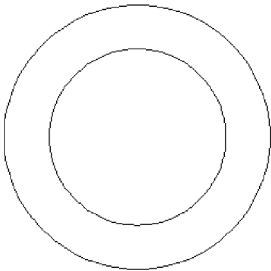

图 13-11 绘制的圆
- 3) 单击【常用】功能区 | 【绘图】选项板 | 【圆】按钮，单击图纸任意一点作为圆心，在命令行中输入半径6，按回车键，绘制出一个直径为12的圆，用同样方法绘制一个直径为18的圆，两个圆同心，如图 13-11 所示。